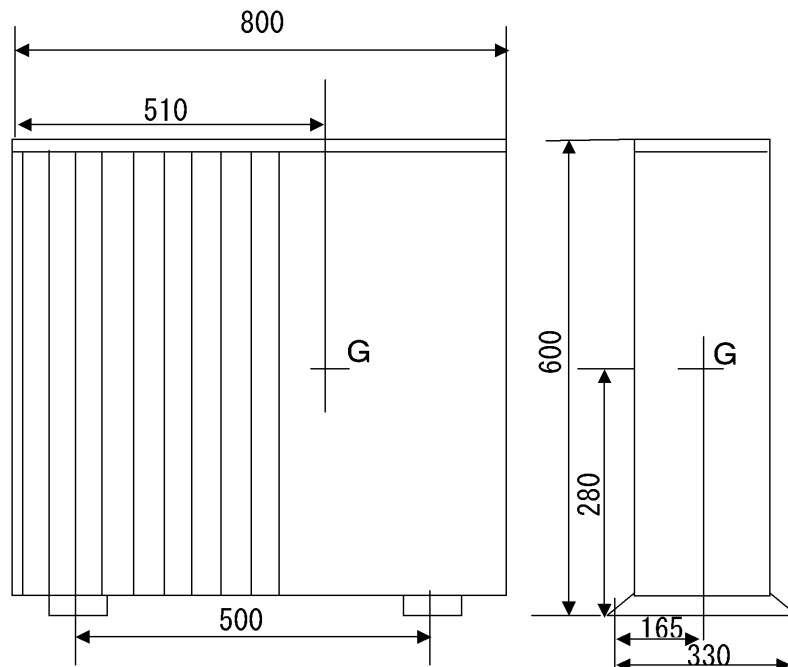

図 1
2. 形名 = MPUZ-P40(S) HA3, MPU-P40(S) HA3
3. 機器諸元（図1参照）